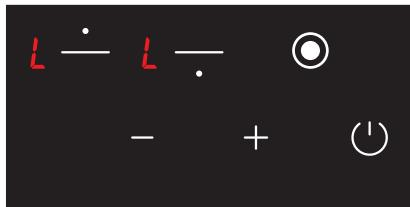

Рис. 17
1. Значок  відображається на всіх індикаторах у тому разі, якщо увімкнені плита та режим захисту від дітей (Див. рис. 17). Значки  і  відображаються у разі, якщо будь-яка конфорка є гарячою. Можна увімкнути або вимкнути плиту тільки за допомогою кнопки .